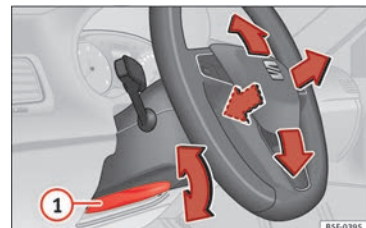

Fig. 19 Alavanca na parte inferior do lado esquerdo da coluna de direção
- Ajustar a posição do volante: puxe a alavanca » Fig. 19 ① para abaixo, mova o volante até à posição desejada e volte a subir a alavanca até ao ponto de fecho.